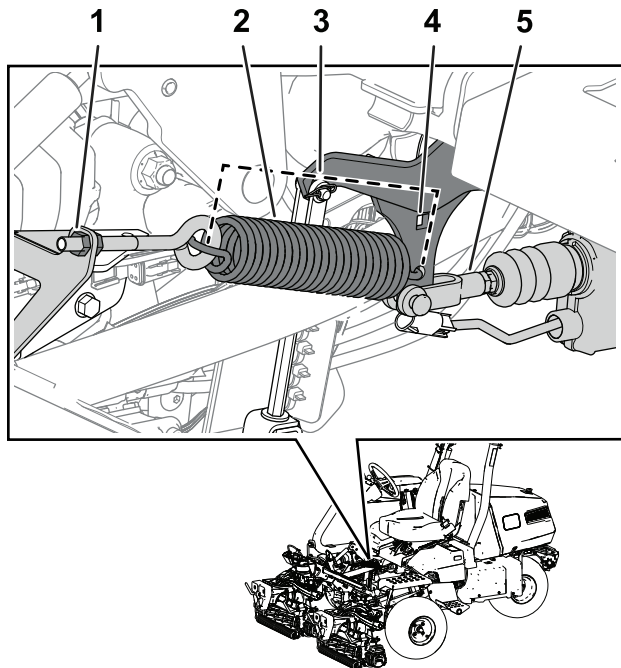

Figure 38
Remarque: Voir la Figure 38 pour cette procédure.
3. Préparez l'utilisation en serrant l'écrou du boulon à œil afin que la longueur du ressort soit 19,5 cm (7,7 po) lorsqu'il est en place (Figure 38).